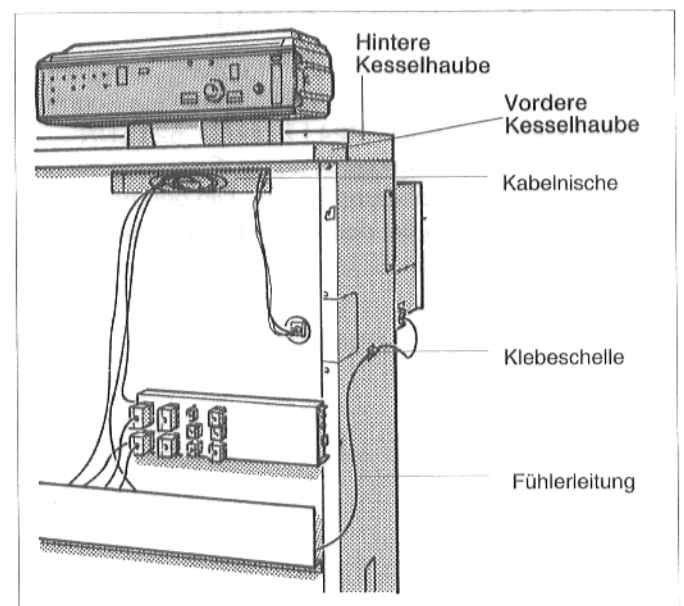

Abb. 8: G\_424 LZ; G\_524 LDN
- Abgastemperaturfühlerleitung mit der Anschlußseite durch die Kabelnische auf der Kesselvorderseite und die Öffnung in der vorderen Kesselhaube zum Regelgerät führen (Abb. 8).
- Fühlerleitung zur Seitenwand führen und mit Klebeschellen befestigen (Abb. 8).